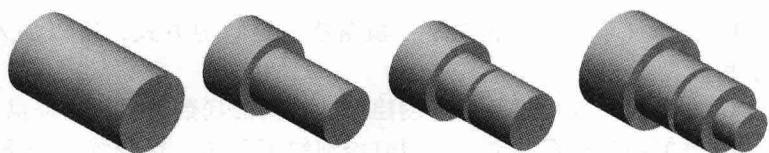

图 1-8 制造法
**3. 制造法** 制造法是通过模拟零件加工时的方法来建模的，如图 1-8 所示。例如，当阶梯轴在车床上旋转，在设计上可以考虑从一个棒料开始建模，并通过一系列的切割来去除不需要的材料。